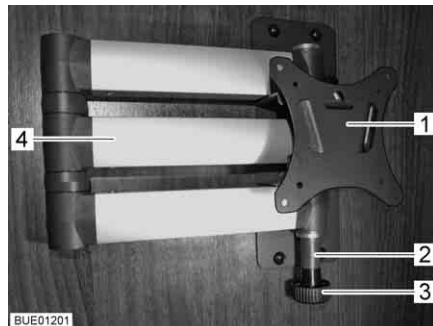

Fig. 68 Support à bras articulé
- Tirer sur le bouton de déverrouillage (Fig. 68,3). Le bras articulé (Fig. 68,4) est déverrouillé.
- Faire retourner l'écran plat dans sa position initiale jusqu'à ce que le support (Fig. 68,1) s'enclenche dans le verrouillage (Fig. 68,2).